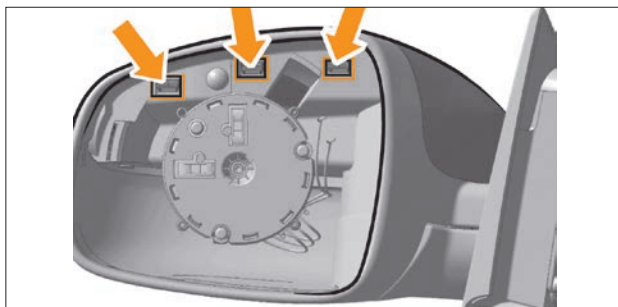

Рис. 8.18. Защелки накладки зеркала
- снимите накладку зеркала, для этого аккуратно отверткой отщелкните 3 защелки (рис. 8.18 и 8.19);